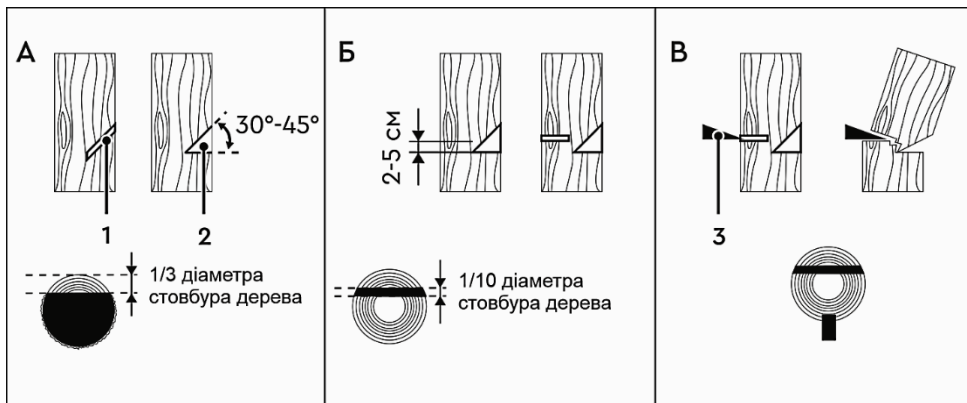

Рисунок 9
4.3.4 Виконання пропилів (рисунок 9)
Увімкніть пилу та почніть пиляти дерево з того боку куди воно має власти (1, рисунок 9-А). Зробіть клиноподібний пропили (2, рисунок 9-А) під кутом 30-45°, глибина якого приблизно дорівнює 1/3 від товщини стовбура.
Валочний розпил (рисунок 9-Б) виконайте з протилежного боку від клиноподібного пропили, помістивши зубчастий упор пили на стовбур на 2-5 см вище нижнього краю клиноподібного пропили. Завершіть пиляння тоді, коли до внутрішнього краю клиноподібного пропили залишиться близько 1/10 діаметра стовбура. Коли робите валочний розпил, не намагайтеся пропиляти стовбур наскрізь до клиноподібного пропили. Частина стовбура, яка залишилася не пропиляною, буде направляти його в необхідний бік. Коли дерево почне падати, зупиніть роботу пили та негайно відійдіть у безпечну зону. Якщо дерево не почало падати, необхідно забити клин (3, рисунок 9-В), після чого дерево почне падати в сторону клиноподібного пропили.